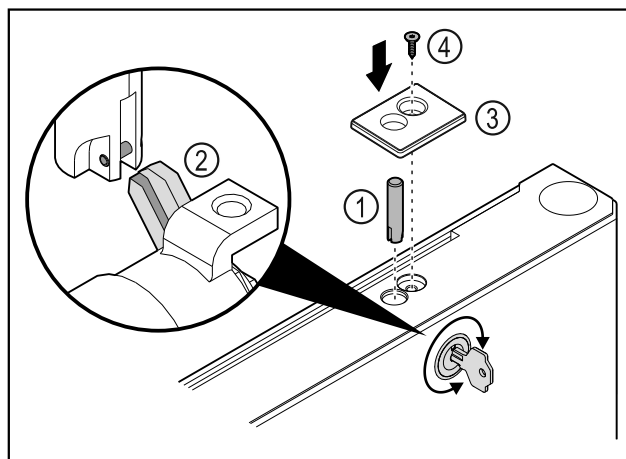

Fig. 49
- Insérer l'axe de la serrure Fig. 49 (1).
- Tourner légèrement la serrure afin que l'axe Fig. 49 (2) s'enclenche dans la fente de la serrure.
- Mettre en place le cache Fig. 49 (3).
- Insérer la vis Fig. 49 (4).